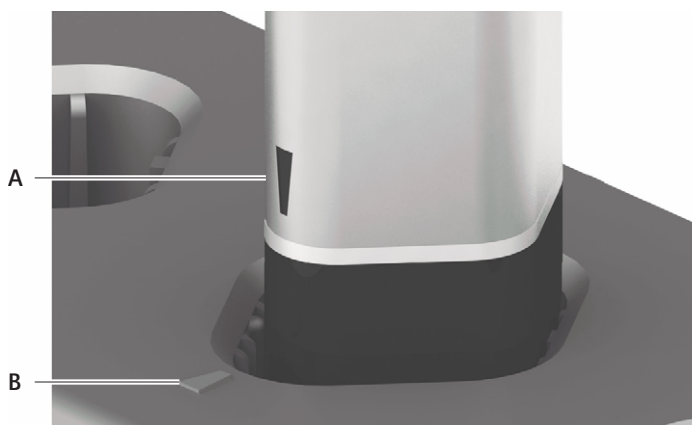

Fig. 1 Colocar a bateria no compartimento de carga
- Colocar as baterias no compartimento de carga, com os contactos virados para baixo, de forma que a marcação **A** na bateria coincida com a marcação **B** no compartimento de carga, ver Fig. 1.